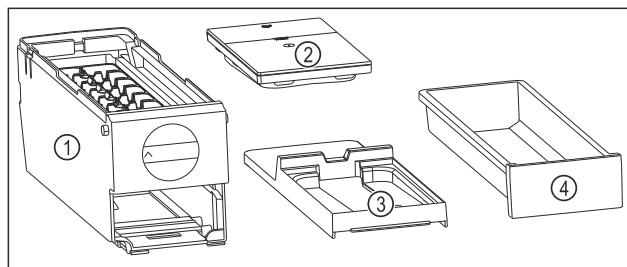

Fig. 113 Составные части EasyTwist-Ice
- ▷ EasyTwist-Ice разобран на четыре части. (см. Fig. 113)
- Разбирайте EasyTwist-Ice только на составные части, представленные на рисунке. (см. Fig. 113)
- Очищайте корпус EasyTwist-Ice Fig. 113 (1) как цельное устройство.